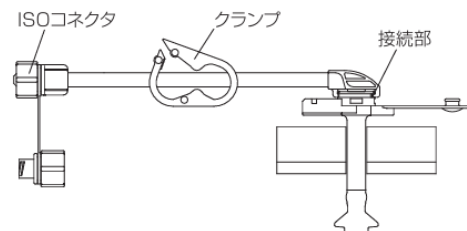

図16
4. 接続チューブの ISO コネクタに ISO80369-3 対応のシリンジを接続し、ゆっくりとぬるま湯を注入し、抵抗なく注入できることおよび接続部から漏れが無いことを確認した後、接続チューブを一旦取り外し、ボタンのキャップを閉じる。(図 16)